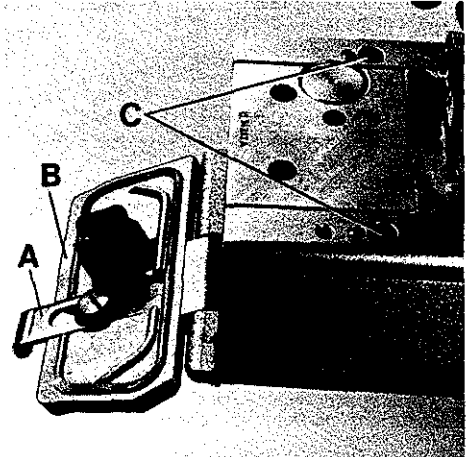

Fig.16
Turn handwheel until the needles are in their upmost position. Pull up handle (A, Fig. 16) and swing out cylinder cover (B).
Turn out the two screws (C, Fig. 16).
Drehen Sie am Handrad bis die Nadeln in der höchsten Stellung sind. Ziehen Sie den Griff (A, Fig. 16) nach oben und schwenken Sie den Zylinderdeckel (B) aus.
Drehen Sie die beiden Schrauben (C, Fig. 16) heraus.